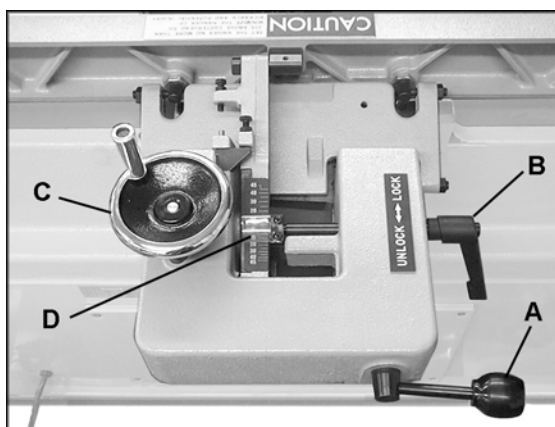
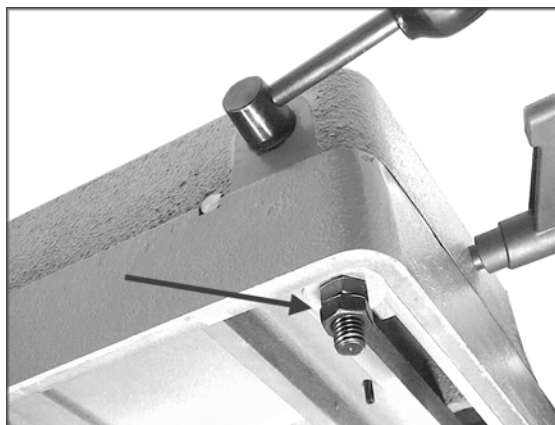

Рис. 14
Рис. 15
1. Ослабьте ручку фиксации (А, Рис. 14).
2. Сдвиньте весь узел упора в нужное положение и затяните ручку фиксации (А, Рис. 14). В передней части упора установлен пластмассовый буфер для защиты поверхности стола от царапин при перемещении упора.
ПРИМЕЧАНИЕ: если ручка фиксации (А, Рис. 14) расположена неудобно, то ее положение можно отрегулировать. Ослабьте две шестигранные гайки под кронштейном упора (Рис. 15). Установите ручку в нужное положение и снова затяните шестигранные гайки. Не перетягивайте их, так как это может затруднить перемещение упора по кронштейну.
1. Ослабьте зажимную рукоятку (В, Рис. 14).
2. Поворачивайте маховик (С, Рис. 14), чтобы выставить по шкале (D, Рис. 14) нужный угол наклона. Либо можно
положить на стол скошенную заготовку вплотную к упору и поворачивать маховик (С, Рис. 14), пока угол наклона упора не будет равен углу скоса заготовки.
3. Затяните зажимную рукоятку (В, Рис. 14).
Чтобы снять узел упора со станка, открутите две шестигранные гайки с одной плоской шайбой, с помощью которых упор закреплен на кронштейне (см. Рис. 15). Поднимите упор вертикально вверх и снимите со станка.